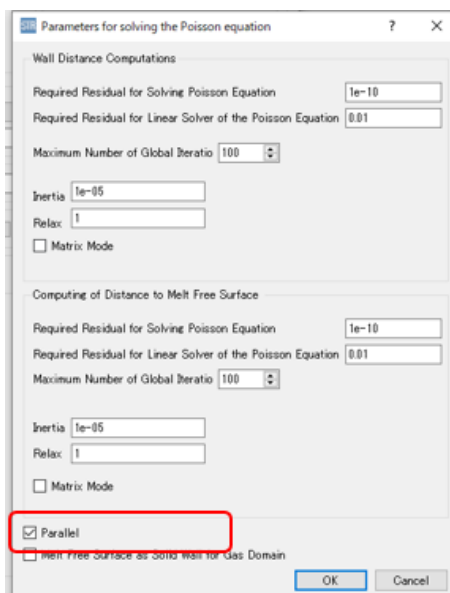

図 11. 乱流モデルに関する設定画面（壁距離、融液自由表面距離に関する設定）
- ポアソン方程式による壁距離と融液自由表面距離の並列計算 (図 11)